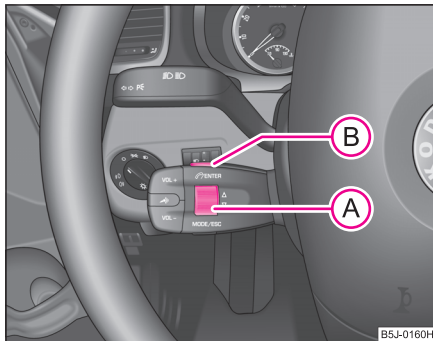

Abb. 102 Multifunktionsmodul: Bedientasten
- Durch langsames Drehen des Rändelrads **A** ⇒ Abb. 102 können Sie im Telefonspeicher nach einzelnen Namen bzw. Menüs blättern.